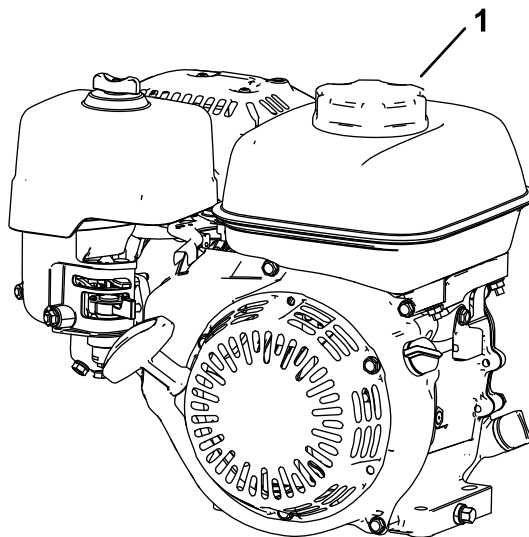

図 14
- 燃料キャップ 図 14 の周囲をきれいに拭いてからキャップを外す。給油は、タンクの首の根元までとしてください。エンジンのオペレーターズマニュアルを参照。